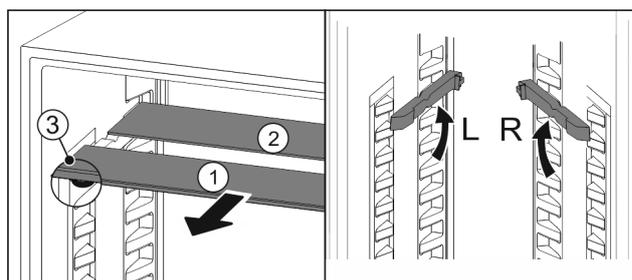

Fig. 94
- ▶ Extrageți Fig. 94 (1) pe rând plăcile de sticlă spre înainte.
- ▷ Placa de sticlă Fig. 94 (1) cu șipca decorativă se află în față.
- ▷ Opritoarele Fig. 94 (3) indică în jos.